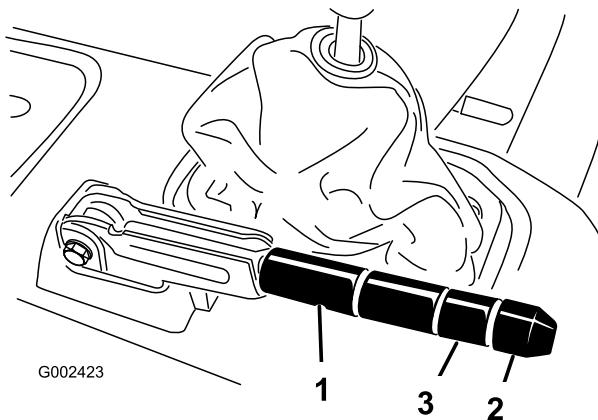

図 63
2. ブレーキレバーに調整ノブを固定している固定ネジをゆるめる(図 63)。